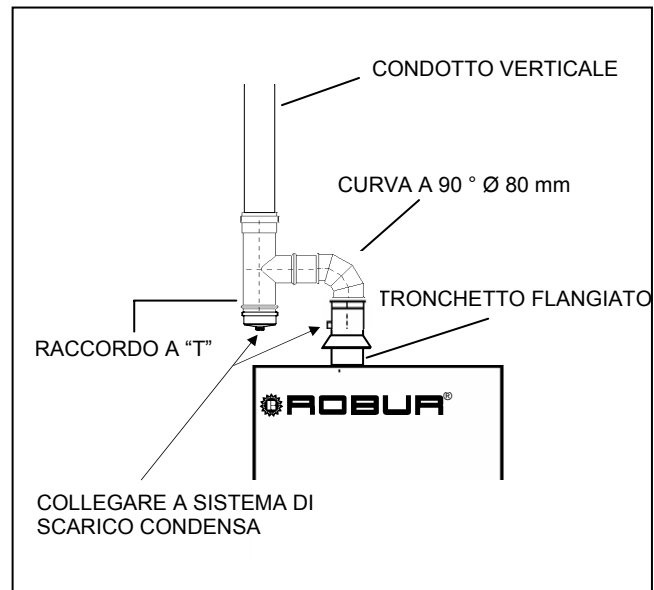

Figura 5 - PARTICOLARE INNESTO CON CONDOTTO SUPERIORE A 1 m
- In caso di condotto verticale per una lunghezza superiore a 1 m, non innestare il condotto direttamente al tronchetto flangiato, ma prevedere una curva e un raccordo a T (vedi Figura 5) per la raccolta e lo scarico della condensa;